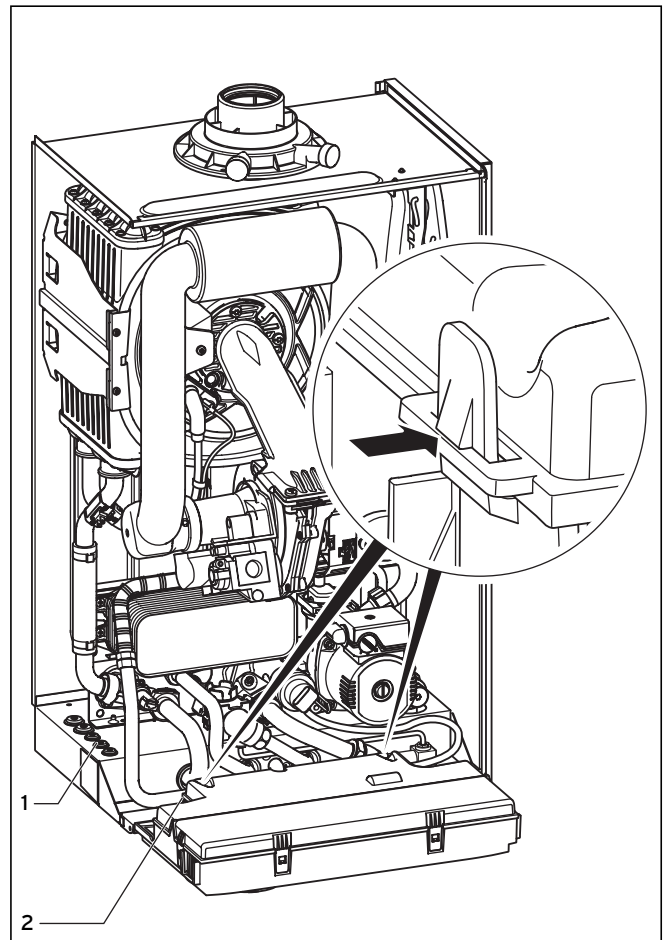
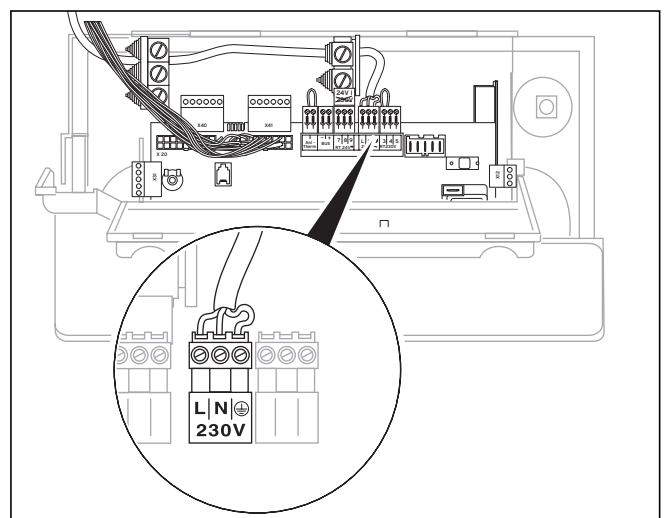
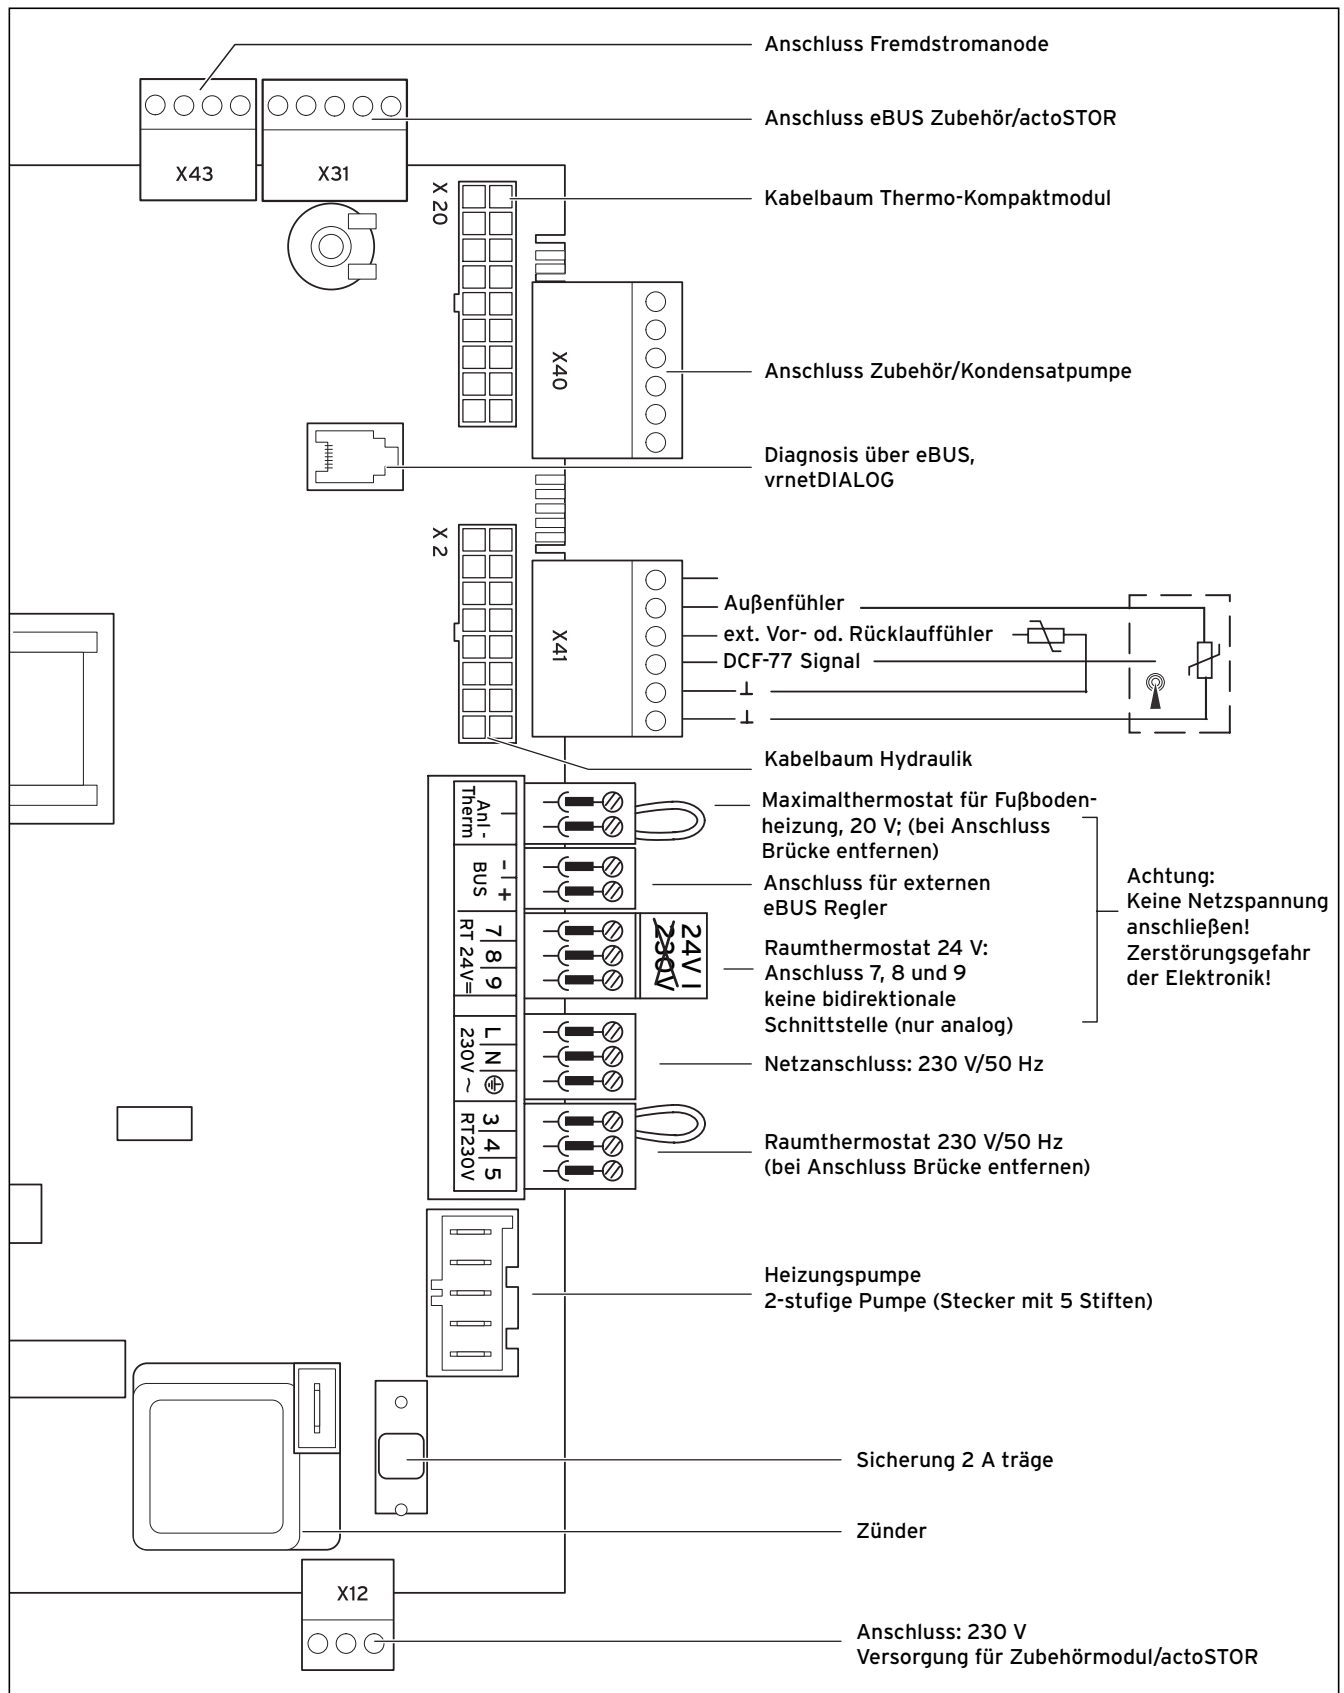

Abb. 5.9 Schaltkastenrückwand öffnen
Abb. 5.10 Kabelführung der Netzzuleitung
Abb. 5.11 Anschlussplan ecoTEC
- Führen Sie die Anschlussleitungen der anzuschließenden Komponenten durch die Kabeldurchführungen (1) links an der Geräteunterseite, siehe Abb. 5.9.
- Führen Sie anschließend die Anschlussleitungen durch die Kabeldurchführungen (2) in die Elektronikbox ein.
- Schließen Sie die Anschlusskabel entsprechend Abb. 5.10 und Abb. 5.11 an die entsprechenden Schraubklemmen an der Elektronik an.